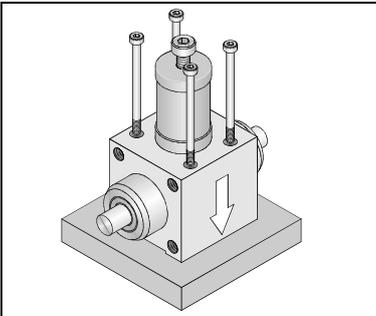

Bild 13 / Fig. 13
- Montieren Sie die Klemmeinheit an der vorgesehenen Position (Bild 13). Die Klemmeinheit KPE hat Durchgangsbohrungen und Befestigungsgewinde.
- Fit the clamping unit in the position intended (Fig. 13). The KPE clamping unit has through holes and fastening threads.